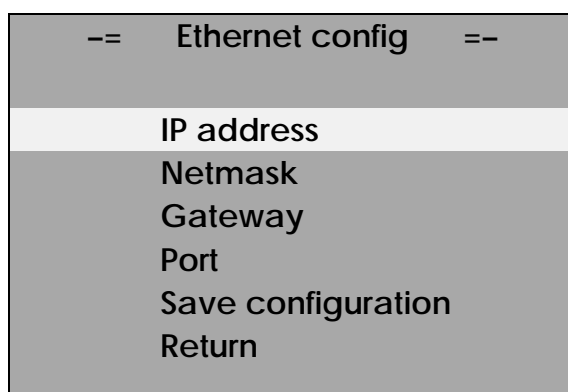

Рисунок 3.6
3.4.5 Меню «**Ethernet config**» предназначено для настройки интерфейса связи с компьютером и состоит из следующих команд (рисунок 3.6):